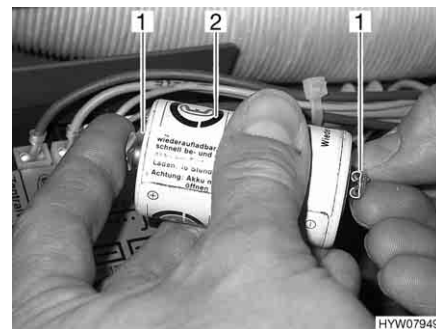

Bild 98 Überbrückung der Zentralverriegelung für Küchenblock
- Die beiden Kabelenden (Bild 98,1) polrichtig an eine handelsübliche 1,5-Volt-Monozelle (Bild 98,2) halten. Das Steuergerät wird überbrückt. Die Zentralverriegelung wird geöffnet.